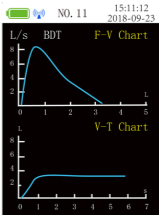

Abbildung 5 Durchflussrate-Volumen-Diagramm und Volumen-Zeit-Diagramm
**c. Die Diagramme „Durchflussrate-Volumen-Diagramm“ und „Volumen-Zeit-Diagramm“ (Abbildung 5) erscheinen nach dem Drücken der Tasten AUF oder AB auf dem in gezeigten Hauptparameter-Bildschirm. Abbildung 4 und Abbildung 5 zeigen die wichtigsten Bildschirme.**